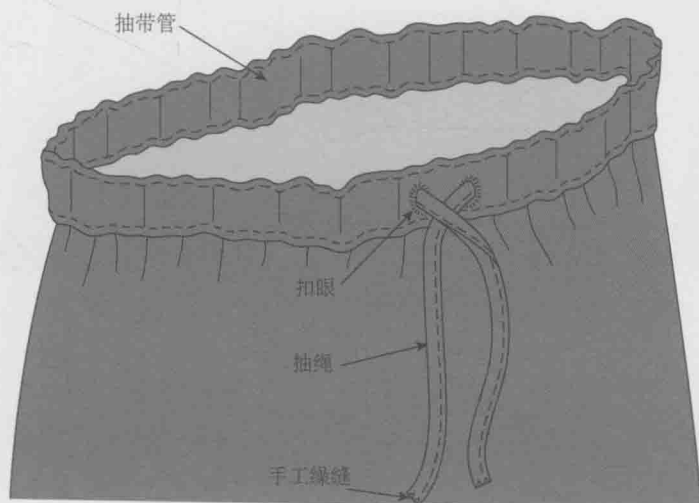

图 1.12C 穿松紧带并车缝明线
8. 布带尾端打结, 将两端绲光, 或用剪刀或拆线刀将带子头塞入。如果带子是斜料的, 尾端会被固缝推入(如图1.12C所示)。